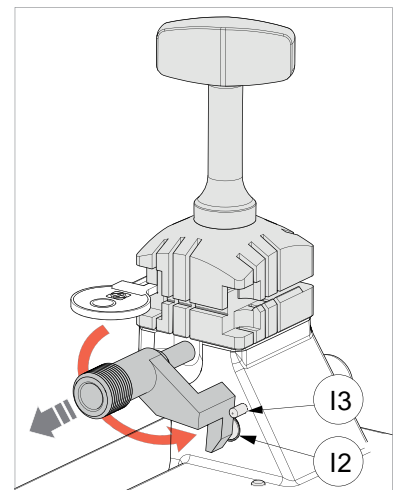

Fig. 33
Opmerking: *alvorens het lees- of freesproces van de sleutel aan te vangen, moet u het ijkkaliber manueel in de beginstand brengen (Fig. 33).*
Voor alle lees-/decodeer-/freesbewerkingen moet het ijkkaliber (1) manueel worden teruggebracht op de beginstand (Fig. 33 - in deze stand wordt de sensor (12) verduisterd en wordt zijn aanwezigheid afgelezen).